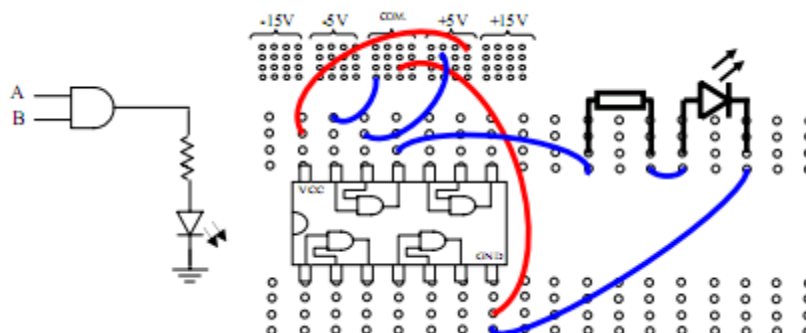

Figura 1: Circuito com porta AND implementado em protoboard
O protoboard foi elaborado de modo que a maioria dos Circuitos Integrados (CI) se encaixe perfeitamente entre duas fileiras de pontos de conexão. A figura 1, abaixo,